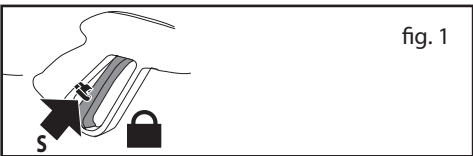

fig. 1
Pistolen er utstyrt med en sikkerhetslås. Hver gang bruken av maskinen avbrytes er det viktig å aktivere sikkerhetslåsen for å unngå utilsiktet åpning (S) (fig.1).